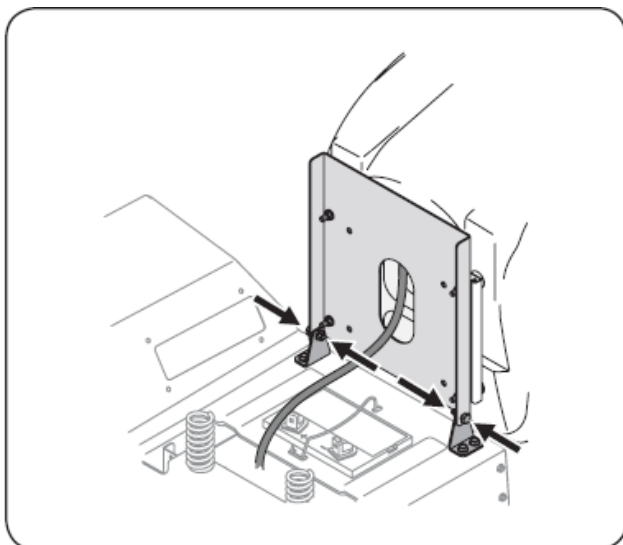

Figure 3-3
2. Retirez les deux boulons à épaulement et les écrous de verrouillage dans le fond tel que montré à la Fig. 3-3.